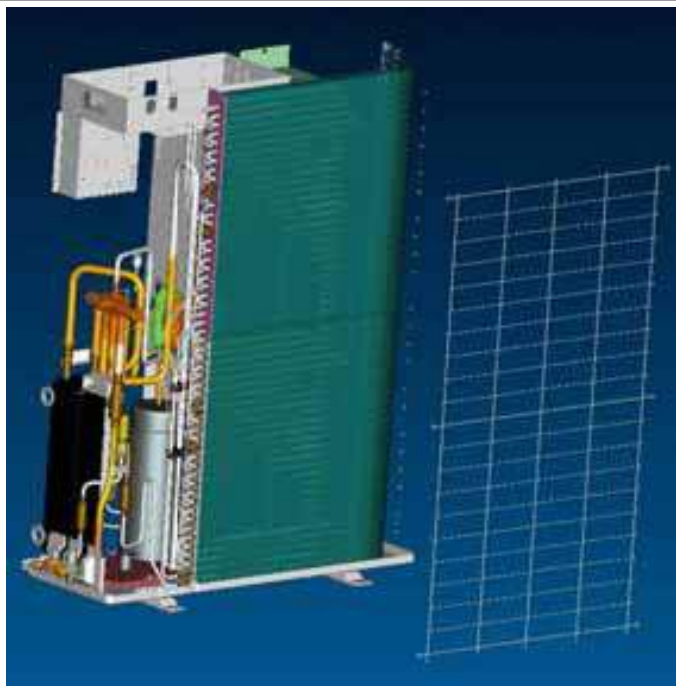

Рис.5
-Открутите два шурупа и снимите заднюю решетку(см.рис.5)